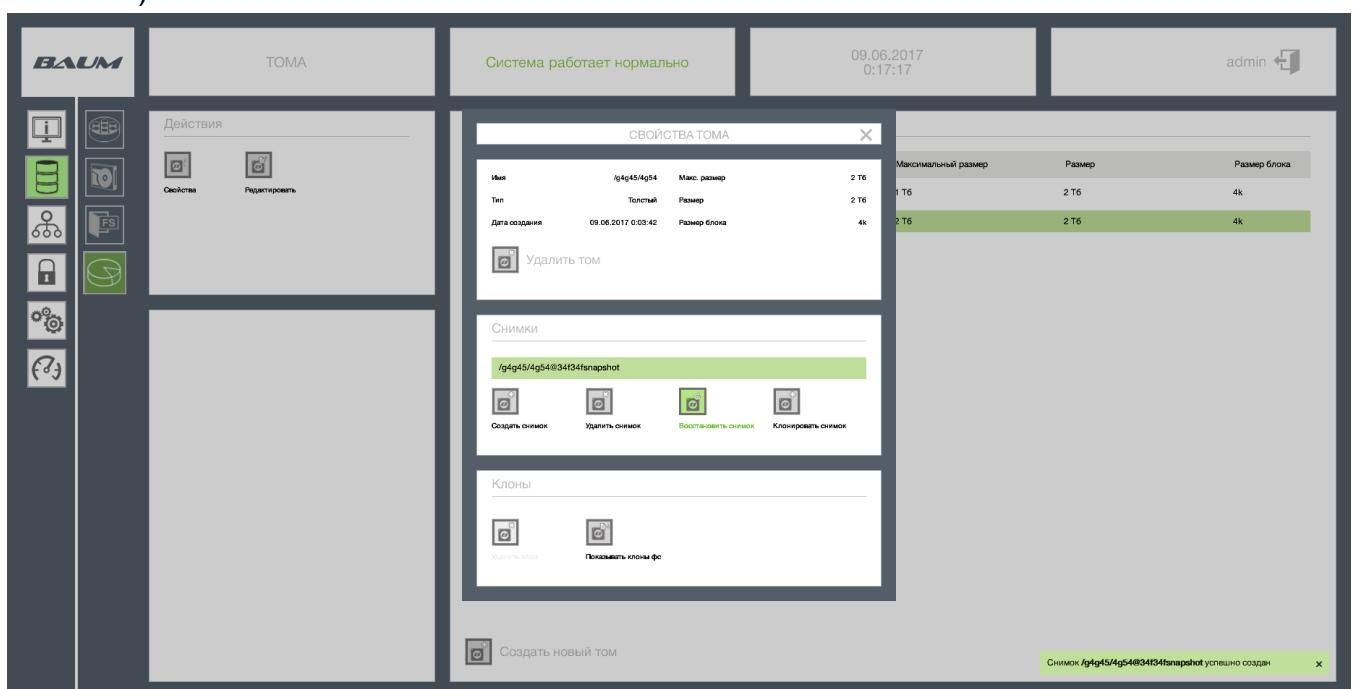

Рисунок 53 - Свойства Тома со снимком
- 2) В правой части области нажать на кнопку «Восстановить снимок» (см. Рисунок 53).